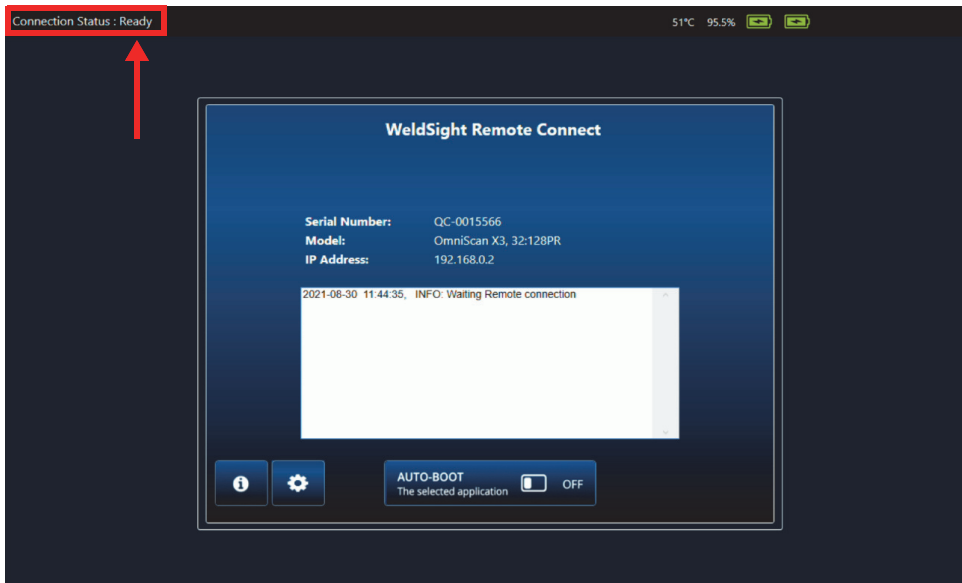

Figura 7-5 Stato collegamento – Ready
5. Lo stato in WeldSight Remote Connect dovrebbe passare da **Not Ready** (Non pronto) a **Ready** (Pronto) quando il rilevatore OmniScan X3 rileva un valido collegamento con il computer (Figura 7-5 a pagina 82).